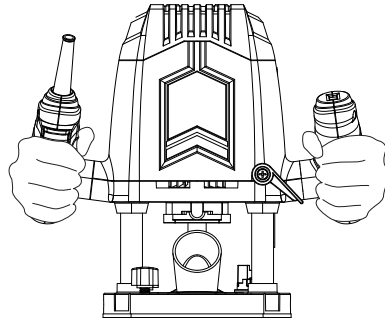

Fig. 24
- > Asegúrese de que la palanca de fijación de la profundidad (16) está apretada antes de colocar el producto en la pieza de trabajo.
- > Mantenga la presión en las empuñaduras (3, 11) y al mismo tiempo mueva la palanca de fijación de la profundidad (16) a su posición de bloqueo cuando se haya alcanzado la profundidad de corte deseada (Fig. 24).